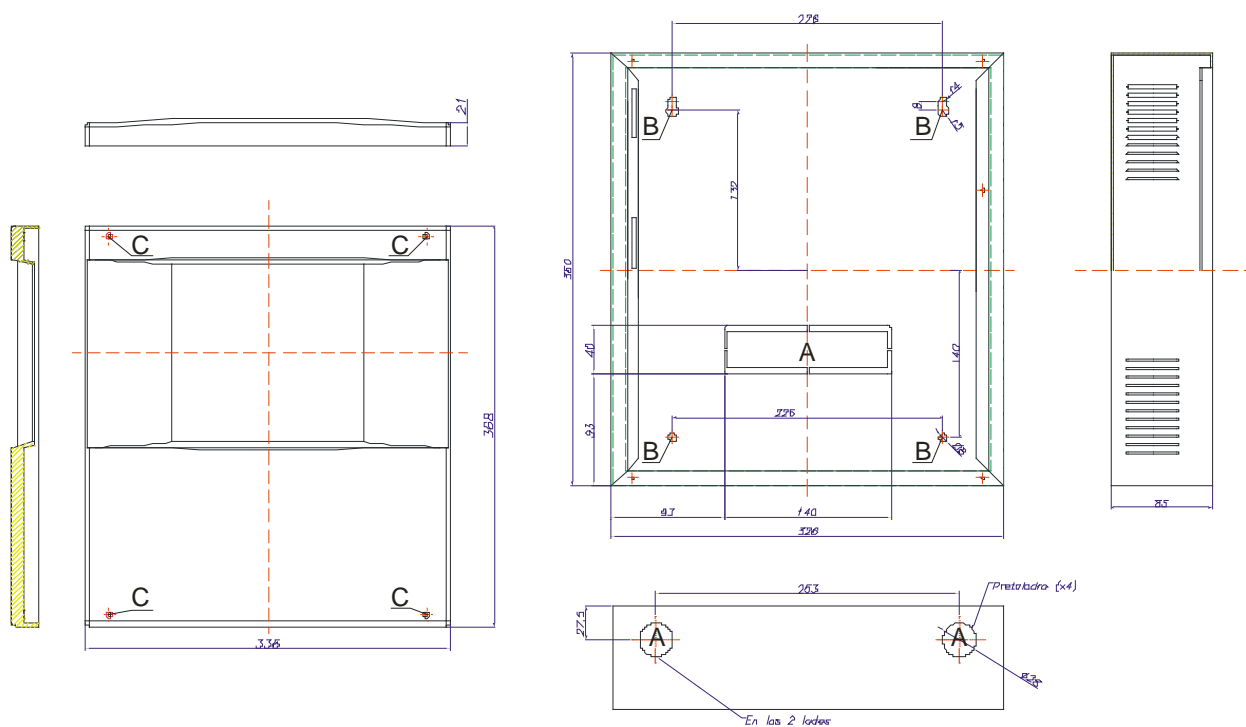

Figura 1: Dimensiones puerta y cofre central (mm).
- 2.3. **Puerta** (368 x 336 mm): la cual se fija en el cofre mediante 4 tornillos frontales situados cerca de las esquinas (Letra C figura 1).
En cuanto al cofre, éste va provisto de 4 pretaladros circulares de 28 mm y 1 rectangular de 140 x 40 mm para permitir el acceso del cableado a la central (Letra A figura 1).
Para la instalación del cofre a la pared, existen 4 orificios distribuidos en la cara posterior cerca de las esquinas, 2 redondos en la parte inferior de diámetro 8mm y otros 2 ovalados en la parte superior (Letra B figura 1).
Por tanto, el proceso de instalación de la central es el siguiente (ver figura 1):
- Desmontar la puerta del cofre retirando los tornillos de las esquinas (Letra C figura 1).
- Realizar los taladros necesarios para sujetar la central en la pared. Para ello tener en cuenta los orificios situados en las esquinas del cofre (Letra B figura 1).
- Abrir los pretaladros necesarios para el paso de los cables a la central (Letra A figura 1).
- Montar el cofre en la pared usando los orificios (Letra B figura 1).
Nota 2: El cofre está diseñado con un Índice de Protección IP30. Si es necesario abrir los pretaladros laterales para el paso de cables (letra A en la figura 1), debe prestarse atención al bloqueo del espacio restante del orificio, por ejemplo con prensaestopa, para mantener esta misma protección.